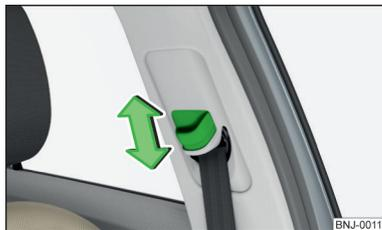

Fig. 6
- » Presionar el herraje de inversión y desplazarlo en la dirección deseada » fig. 6.